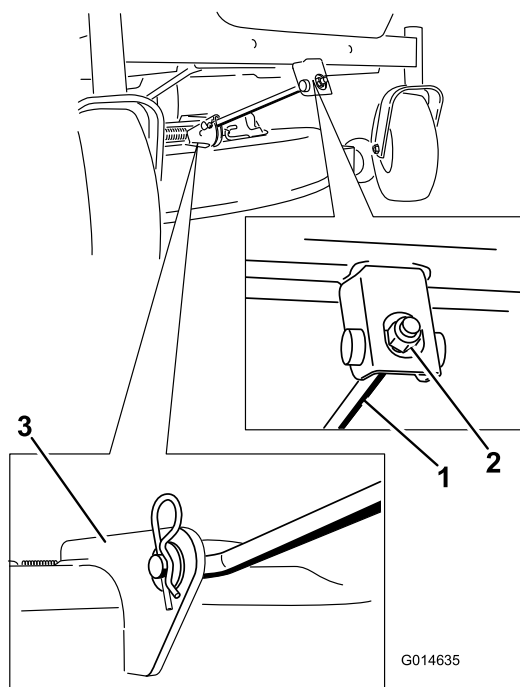

Figura 58
4. Retire la chaveta de la varilla de soporte delantera y retire la varilla del soporte de la carcasa (Figura 58).
6. Conecte la varilla de soporte delantera a la carcasa de corte con el pasador y la chaveta (Figura 58).